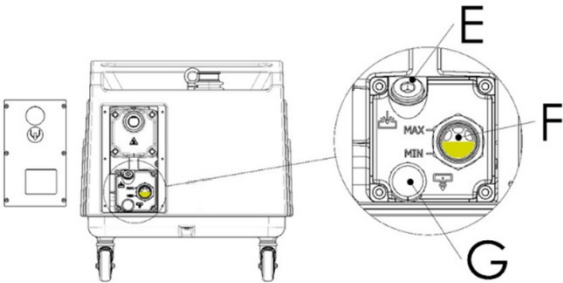
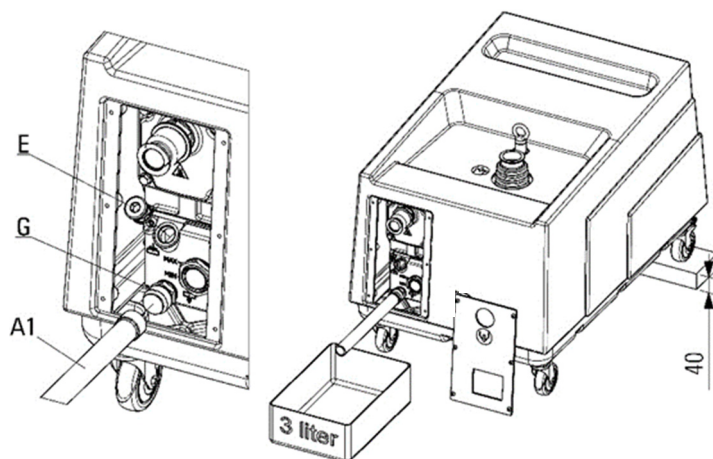

Figure 47
Figure 48
D'après la Figure 47, dévisser le bouchon de remplissage (E) et le bouchon de vidange d'huile (G) uniquement après avoir positionné sous le réservoir un récipient indiqué (au niveau de la forme et des dimensions) afin de récupérer toute l'huile de la pompe (voir Figure 48).